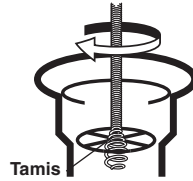

Figure 3
- Dans de nombreux cas, le câble peut être faufile à travers le tamis (Figure 3).